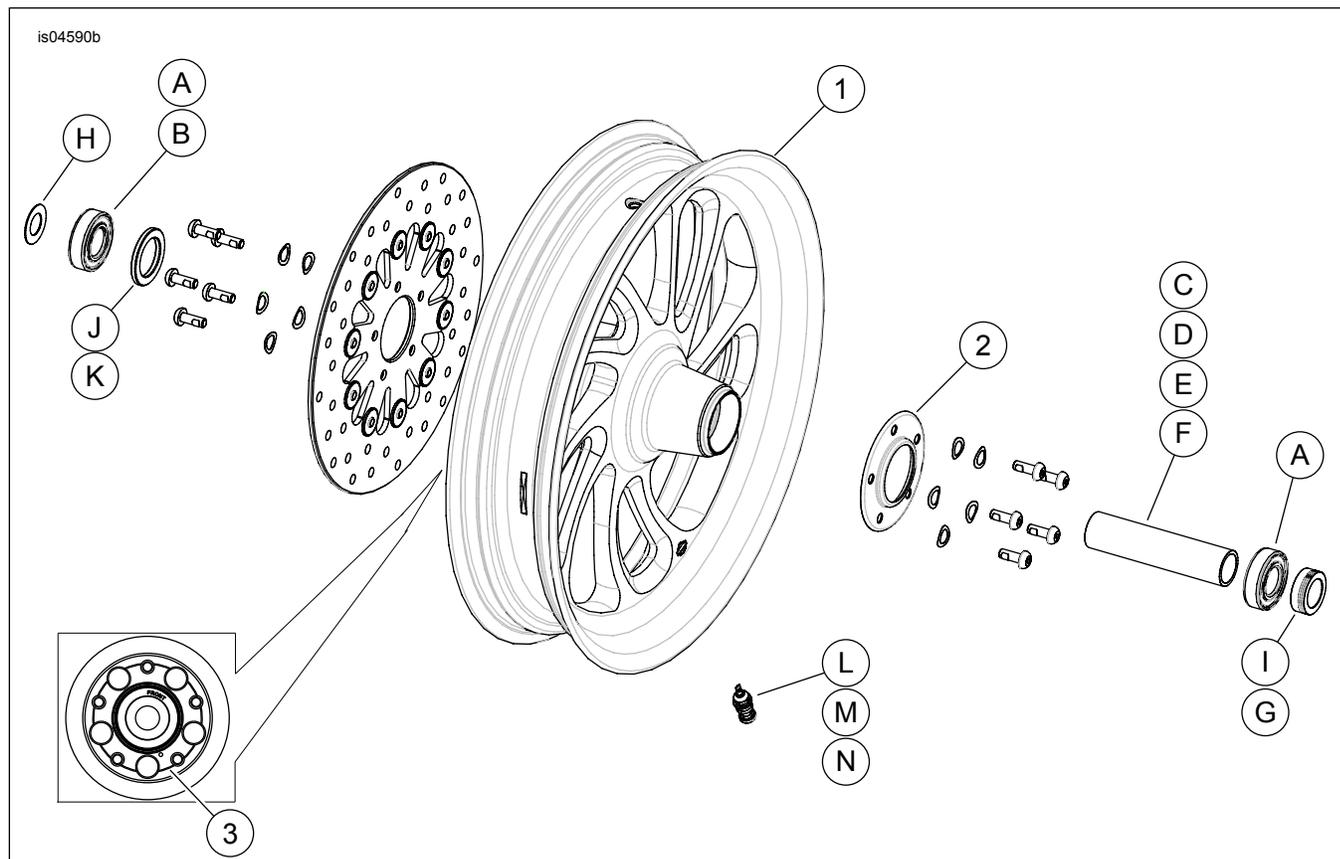

Figura 2. Peças de reposição: Kits de rodas dianteiras com lâmina
2. Veja Figura 2. Instale o conjunto da haste da válvula (L) na roda. Consulte PNEUS no Manual de serviço.